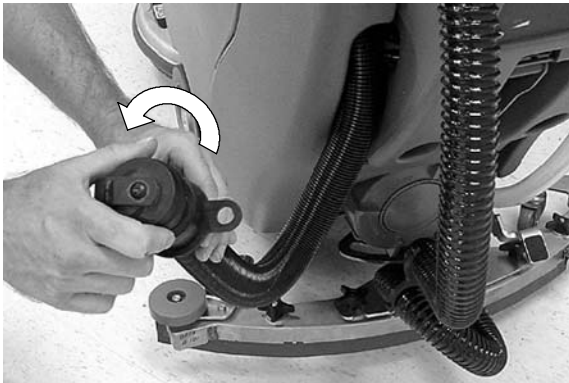

FIG. 28
1. Retirez le bouchon du tuyau de drainage du réservoir de récupération en le tournant dans le sens contraire des aiguilles d'une montre et videz le réservoir (Figure 28).